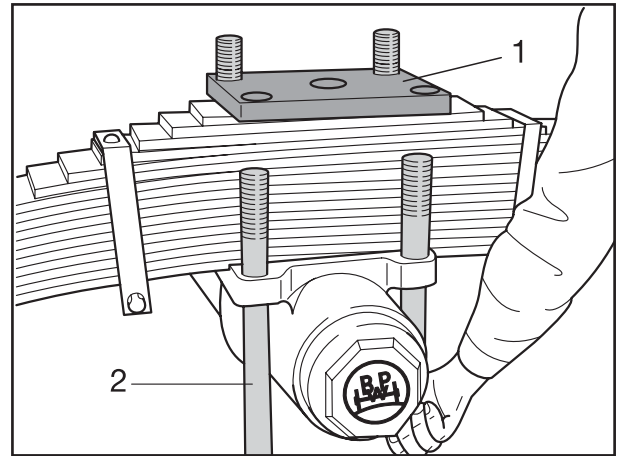

Fig. 1
- [2] Muttern der Federbügel (Fig. 1/2) abschrauben, Platte (Fig. 1/1) und Federbügel abnehmen.
- [2] Unscrew the nuts of the trunnion U-bolts (Fig. 1/2), remove the top plate (Fig. 1/1) and the U-bolts.
- [2] Dévisser les écrous (fig. 1/2) des brides de ressort. Enlever la plaque (fig. 1/1) et la bride de ressort.